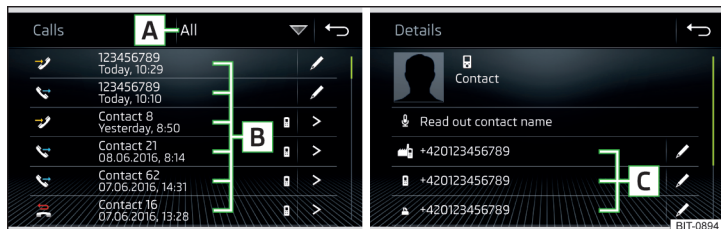

Fig. 205 Liste d'appels / Détails du contact
- Dans le menu principal *Téléphone*, appuyez sur la touche de fonction , la liste des appels s'affiche » fig. 205.
- Affichage des détails du contact » fig. 205